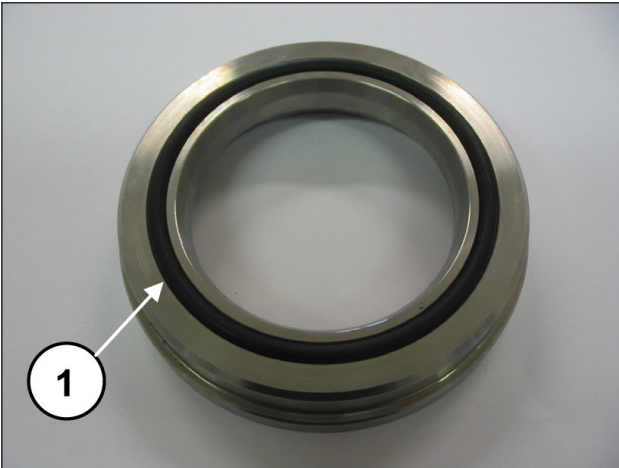

Abb. 168
Montieren Sie nun den Kopfring der Stopfbuchsen samt O-Ring (Pos. ①, Abb. 168) und setzen Sie diesen in den Sitz am Kopf ein.